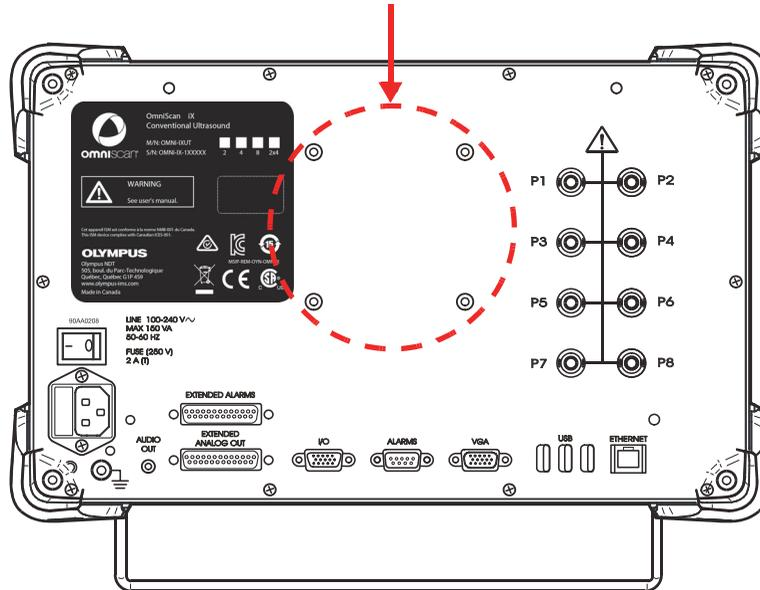

Figura 3-2 Los orificios de tornillos para el conjunto de brazo basculante
2. Atornille el brazo basculante en el panel trasero del dispositivo OmniScan iX usando los cuatro orificios para tornillos específicos (véase Figura 3-2 en la página 33).